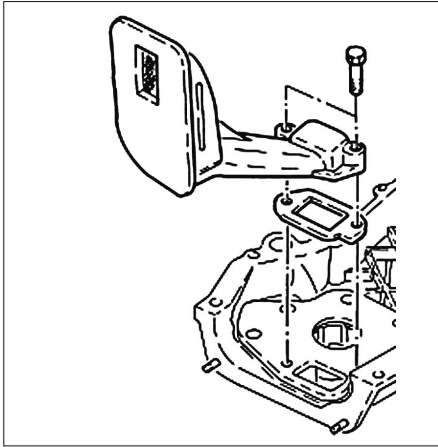

FIG. 11
- Déposer la crépine d'aspiration du carter de distribution (Fig.11).